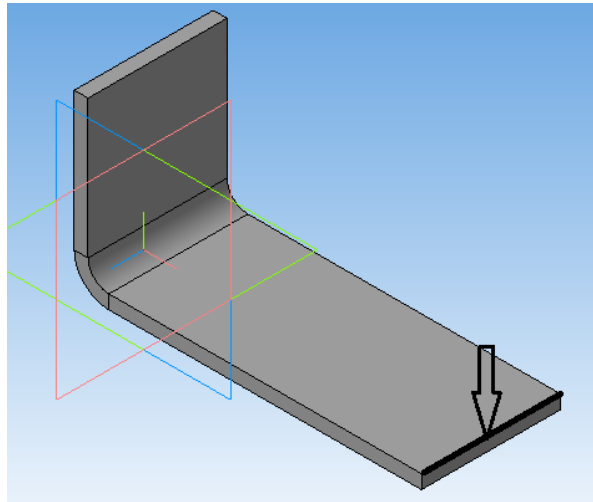

Рисунок 32 .
1. Для создания сгиба по ребру необходимо на панели «Элементы листового тела» нажать кнопку «Сгиб» , а затем на построенном листовом теле указать требуемое ребро детали (рисунок 32).